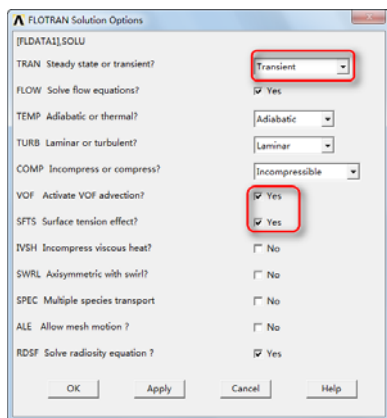

图 7-95 “FLOTRAN Solution Options”对话框
①依次选择 Main Menu→Solution→FLOTRAN Set Up→Solution Options，会弹出“FLOTRAN Solution Options”对话框，如图 7-95 所示，在“TRAN Steady state or transient?”选择列表中选择“Transient”，单击“VOF Activate VOF advection?”后的方框，使“No”状态变为“Yes”，单击“SFTS Surface tension effect?”后的方框，使“No”状态变为“Yes”，其余采用默认设置，单击“OK”按钮关闭该对话框。